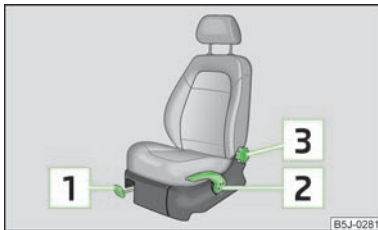

Abb. 35
- › Den Hebel  » Abb. 35 nach oben ziehen und dabei den Sitz in die gewünschte Position schieben.
- › Möchte man den Sitz anheben, den Hebel  » Abb. 35 nach oben ziehen bzw. pumpen.
- › Die Sitzlehne entlasten (sich nicht anlehnen) und das Handrad  » Abb. 35 drehen, um die gewünschte Lehnenneigung einzustellen.